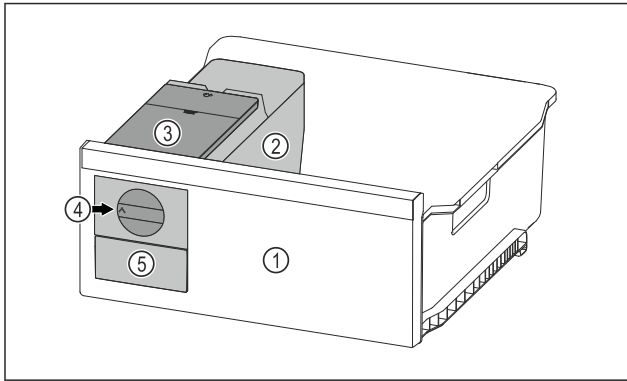

Fig. 66 Beispielhafte Darstellung
- Drehknopf Fig. 66 (4) im Uhrzeigersinn bis zum Anschlag drehen.
- ▷ Eiswürfel fallen aus der Eiswürfelschale in das Eiswürfelschubfach Fig. 66 (5).